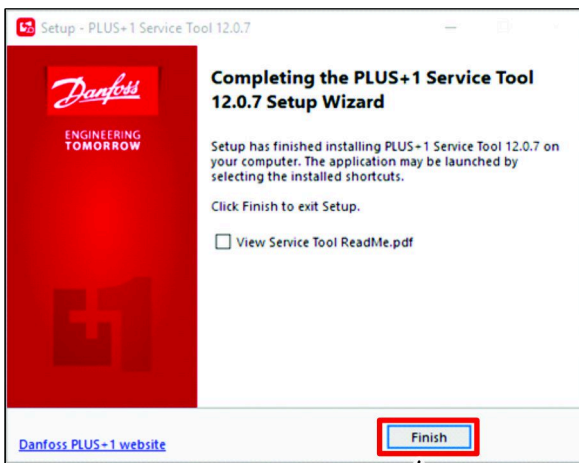

Figure 28
9. Dans la boîte de dialogue Fin de l'assistant de configuration de l'outil de service, cliquez sur le bouton TERMINÉ (Figure 28).